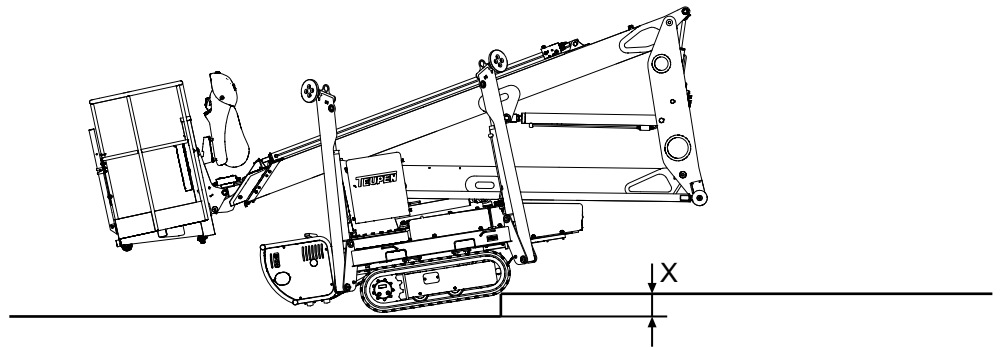

Abb. 81
3. Sicherstellen, dass die zu befahrende Kantenhöhe (Abb.81/X) 100 mm nicht überschreitet.